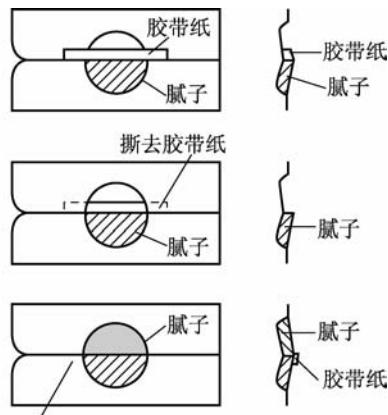

图 8-63 车身棱线的修复
③车身棱线的刮涂方法。如果车身棱线被损坏,需要刮涂腻子时,要合理地使用胶带纸,如图8-63所示。沿交接线贴上胶带纸遮盖住一侧,刮涂好另一侧的腻子;稍隔片刻,待腻子干燥后,揭下胶带纸,再在已刮涂好腻子的一侧贴上胶带纸进行遮盖,接着刮涂好余下的一侧。如此进行,可以很好地恢复冲压棱线的线形。